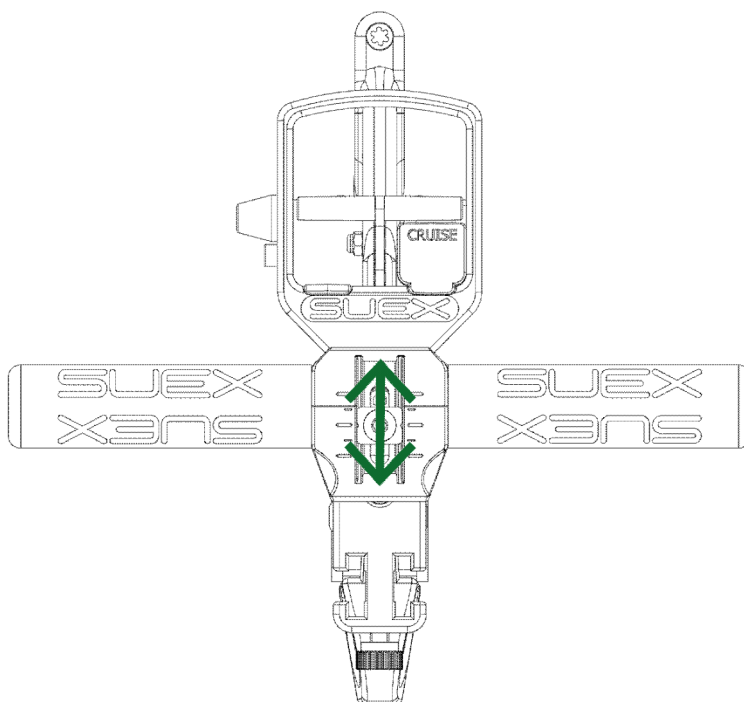

Fig 9 - Regolazione della posizione dell'impugnatura
- farla scorrere verso il basso per aumentare la distanza dal grilletto (per mani di grandi dimensioni)**Fig 9 - a pag. 11**